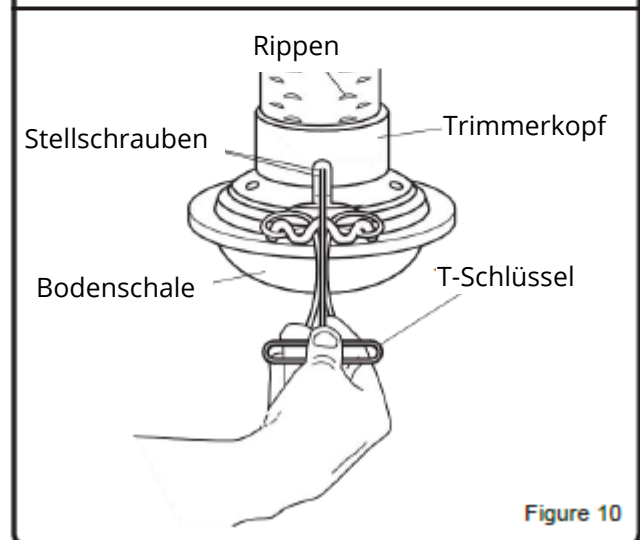

Figure 10
1. Lösen Sie die Stellschrauben mit dem mitgelieferten T-Schlüssel – siehe Abbildung 10.